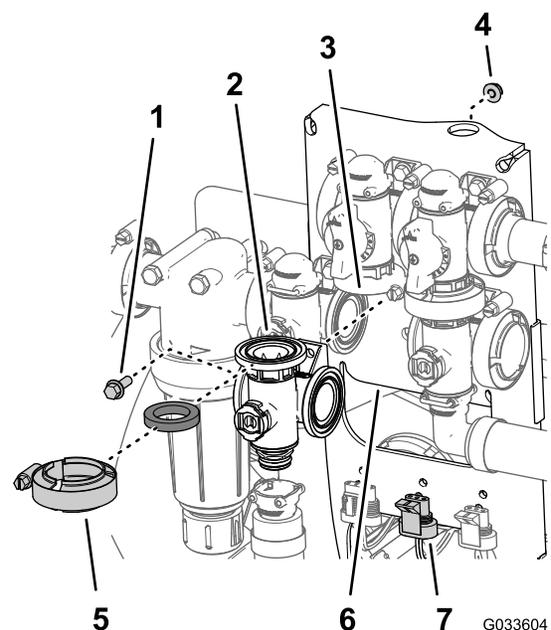

図 124
1. 攪拌バイパスバルブのフランジ、ガスケット、攪拌バイパスバルブのフランジを、整列させる 図 124。
9. 攪拌バルブをバルブマウントに組み付ける; フランジヘッドボルトとフランジロックナット 図 124 はステップ 3 攪拌マニホールドバルブの取り外し (ページ 75) で取り外したものを使用し、ボルトとナットを 10-12 N·m 1.0-1.2 kg/cm2 = 90-110 in·lb にトルク締めする。